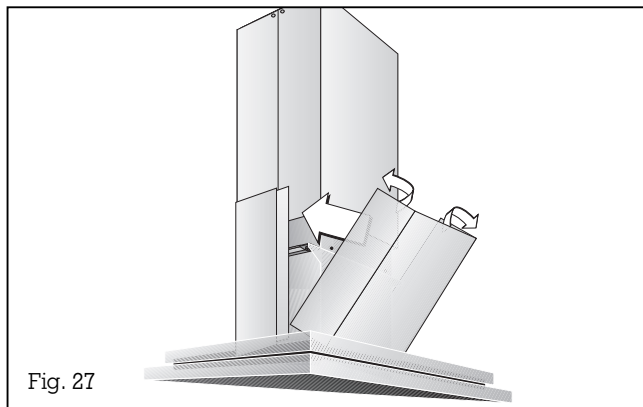

Fig. 27
15. Påsæt skorstenens nedre del uden magnetstriber på emhætten. Skorstenens anden nedre halvdel (med magnetstriber) bøjes let op, skubbes på skorstenens første del og rettes ud (ingen spalte!) (fig. 27).